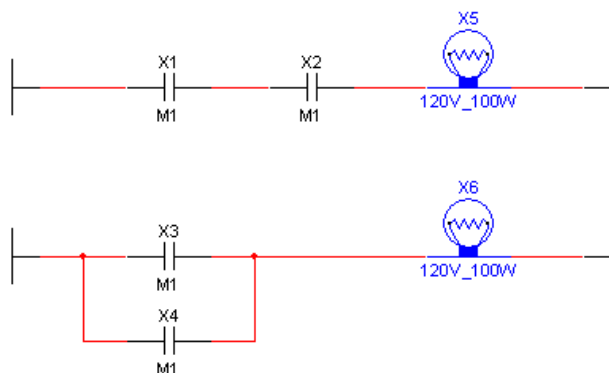
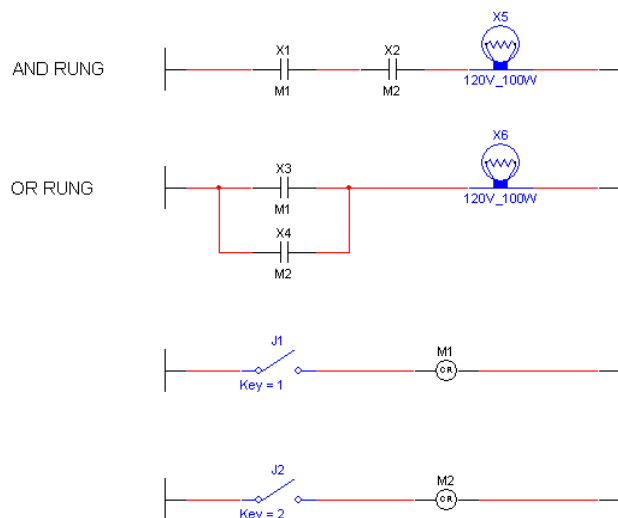

图 12-6 梯形图设计放置了灯
图 12-8 改进以后的梯形图
4) 放置灯。选择“Place”→“Component”(元器件库)命令,在“Group”中选择“Indicators”选项,再在“Family”中选择“Lamp”选项,在此类别中选择所需的型号,单击“OK”按钮,则鼠标指示器上附着一个所选型号的灯,移动到梯形图的横线适当位置上,再单击鼠标,则灯被放置到梯形图的横线上,如图 12-6 所示。
7) 图 12-6 中显示 X1、X2、X3、X4 共 4 个常开触点只有一个线圈 M1 控制。而在图 12-8 中 X1、X2、X3、X4 这 4 个触点有两个线圈 M1、M2 来控制,其中 X1、X3 由线圈 M1 控制, X2、X4 由线圈 M2 控制。那么如何改变 X2、X4 触点由线圈 M2 来控制呢?其实很简单,只要把鼠标指示移到 X2 上双击,系统弹出对话框,选择“Value”选项卡,在“Controlling Device Reference”中,把 M1 改为 M2,单击“OK”按钮即可。同样,把 X4 改为由线圈 M2 控制。经过改换控制线圈以后的梯形图,如图 12-8 所示。